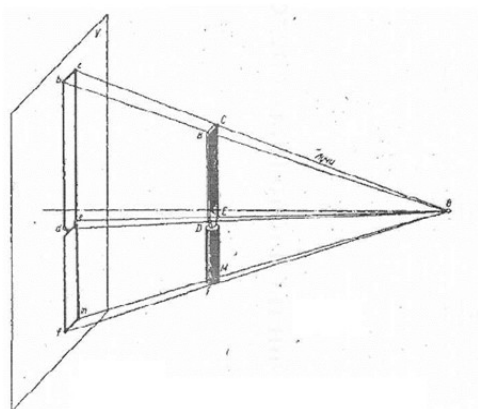

Рис.4.1
Так; например, центральная проекция получается таким образом: из точки O (рис. 4.1), называемой точкой схода лучей, мысленно проведем ряд лучей через все наиболее характерные точки B, C, D, E, F, M до пересечения с плоскостью проекций — в точках b, c, d, e, f и m . Затем эти точки соединим между собой линиями и получим фигуру, являющееся центральной проекцией. Рассматривая центральную проекцию, заметим, что изображение его получается искаженным, размеры изображения не соответствуют действительным размерам. Такое изображение дает прекрасное представление о форме предмета, но создает большие неудобства при суждении о размерах предмета и простановке этих размеров. Поэтому центральные проекции в технике машиностроения применяются очень редко. Наиболее распространенными в машиностроении являются прямоугольные или ортогональные проекции. Все производственные чертежи отдельных частей (деталей) машин, изделий и узлов выполняются именно в прямоугольных проекциях. Здесь проектирующие лучи взаимнопараллельны. Предмет располагается перед плоскостью проекций так, чтобы большинство его линий и плоских поверхностей (рис. 4.2) были параллельны этой плоскости. Тогда эти ребра и грани будут изображаться на плоскости проекций в истинном виде. Так как такое изображение не будет полным, на нем отсутствует, например, толщина его, то прямоугольные проекции выполняются не на одной плоскости проекций, а на двух или трех, взаимно-перпендикулярных плоскостях. По такому чертежу можно свободно представить себе форму и размеры элементов.
1. По заданным в таблице координатам построить наглядное изображение точек A, B, C и D и эпюры этих точек. Для построения каждой точки выполнить отдельный чертеж рис. 4.1. При построении наглядного изображения ось OY проводится из точки O под углом 45° к горизонтали; по оси OY откладывается половина заданного в таблице размера, по осям OX, OZ, — натуральная величина.